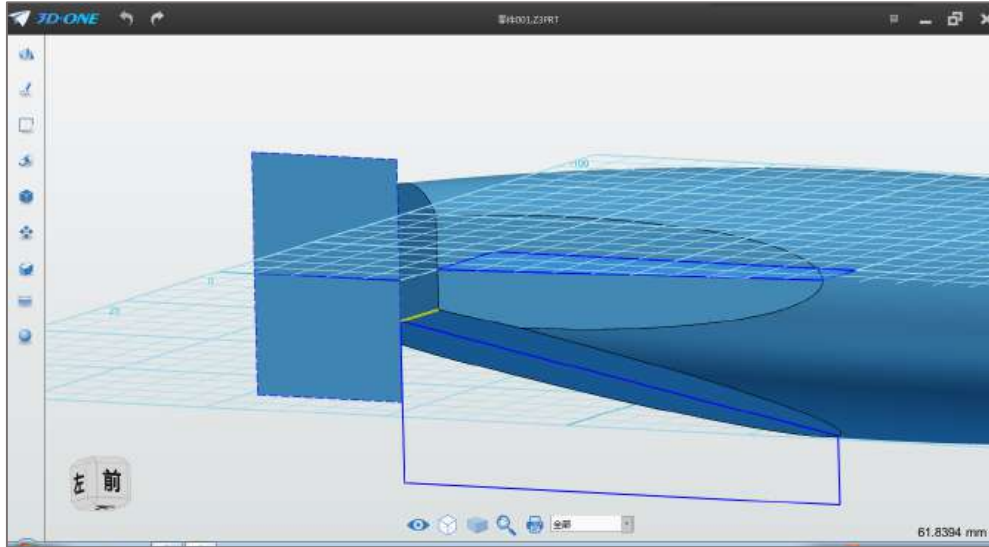

图 1-15
Step 15 点击确定，完成拉伸切除。转动鼠标，点击飞机尾部边线（加亮），在弹出的辅助菜单中选择圆角命令 ，如下图 1-15 所示：